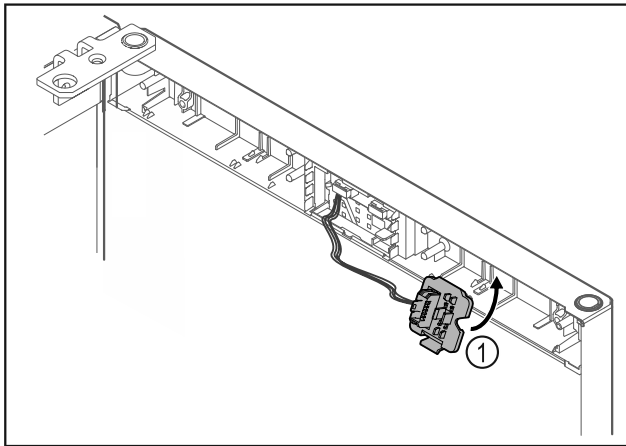

Fig. 21
- ▶ Klik stikholderen Fig. 21 (1) i på den modsatte side.